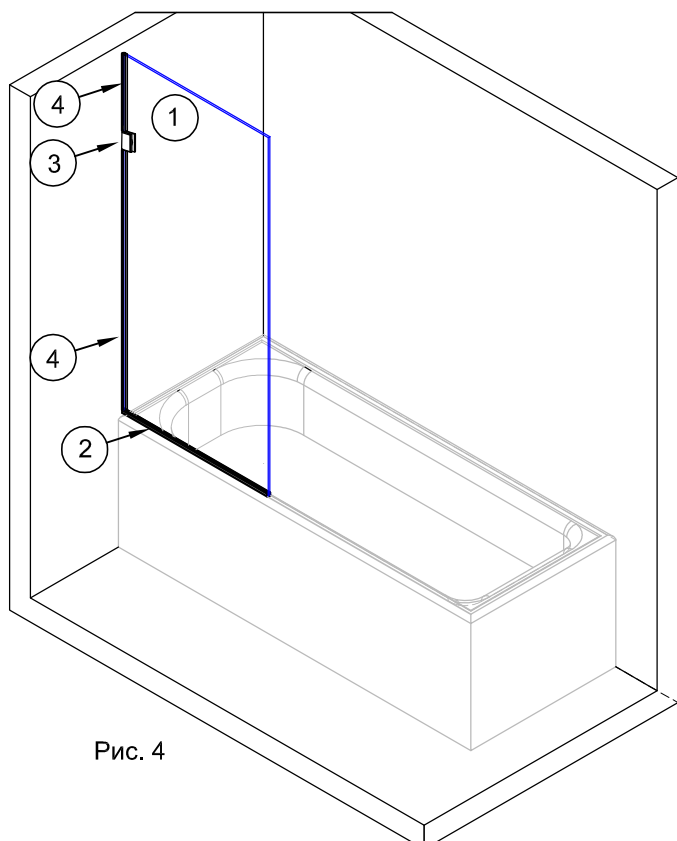

Рис. 4
2.7. Вставить стекло шторки №1 в профиль №2. Прижать стекло к стене и профилю на ванне (рис. 4).